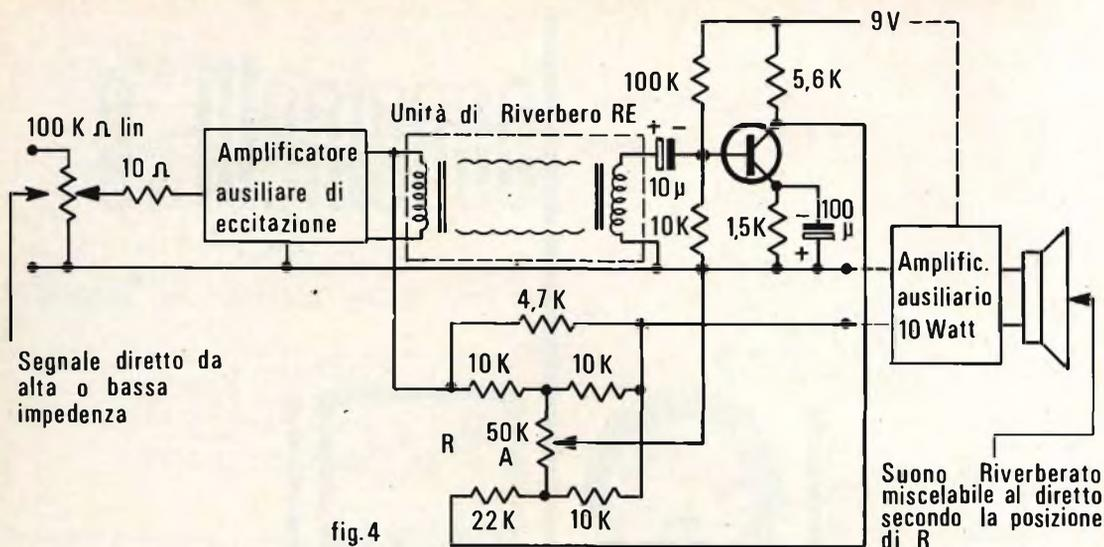

fig. 4
C. Unità di riverberazione autonoma (fig. 4)